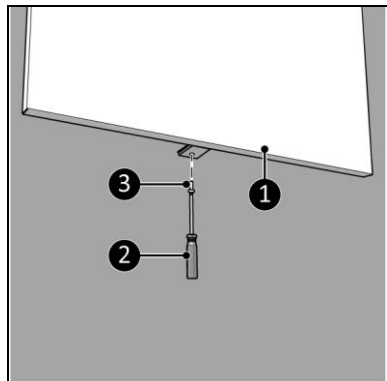

Figure 10
13. Vissez et fixez l'appareil (Figure 10, pos. 1) au support mural avec une petite vis (Figure 10, pos. 3) à l'aide d'un tournevis Phillips (Figure 10, pos. 2).